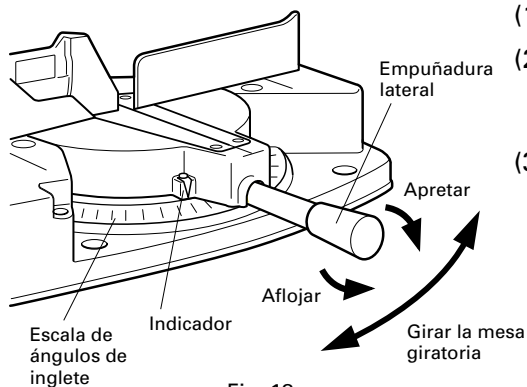

Fig. 18
El tope permite realizar un corte continuo de precisión en longitudes de 255 mm a 420 mm (10" a 16-1/2"). Para instalar el tope, fíjelo al soporte con un perno de aletas de 6 mm, tal como se observa en la Fig. 18.
- (1) Afloje la empuñadura lateral.
- (2) Ajuste la mesa hasta que el indicador se alinee con el ajuste deseado en la escala de ángulos de ingletes, tal como se observa en la Fig. 18.
- (3) Reapriete la empuñadura lateral para asegurar la mesa en la posición deseada.